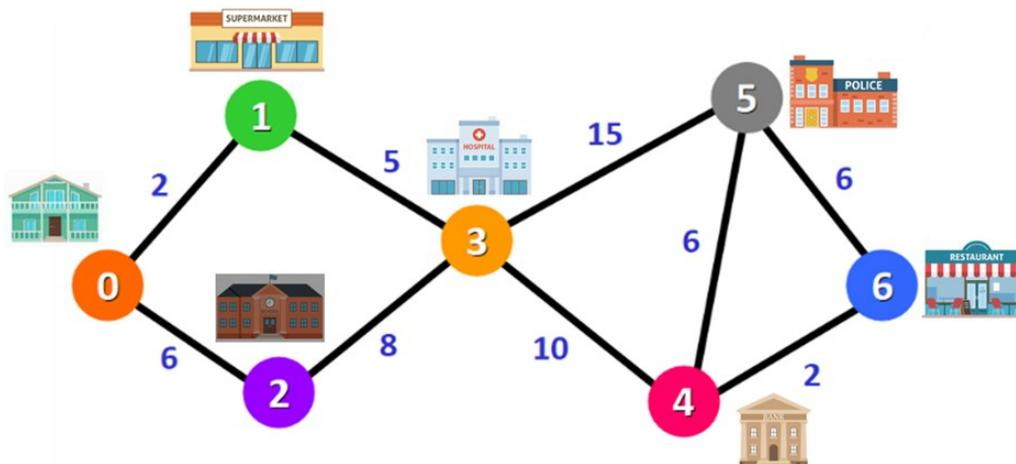

Figura 2
3.4 Dado el siguiente grafo (figura 2), que representa las distancias entre diferentes lugares de una ciudad, ¿qué tipo de grafo es? Justificar la respuesta. (1 punto)